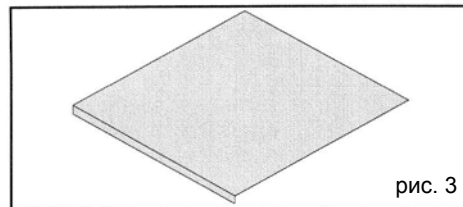

рис. 3
• Противень для выпечки рис. 3
– Открутить два винта, удерживающие каждую из боковых стенок (рис. 2). Снять боковые стенки, предварительно сняв их со скоб, расположенных в передней части духовки (рис. 3).
Затем отпустите ручку, пламя продолжает гореть. (рис. 3)